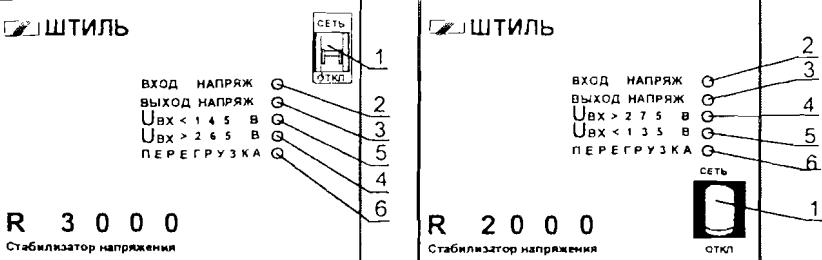

Рисунок 4.1 Передние панели стабилизаторов
На передней панели (рисунок 4.1) расположены: - выключатель (1) СЕТЬ стабилизатора R2000 (выключатель-автомат (1) СЕТЬ) и индикаторы: ВХОД НАПРЯЖ (2), ВЫХОД НАПРЯЖ (3), «Uвх>275В» («Uвх>265В») (4), «Uвх<135В» («Uвх<145В») (5), ПЕРЕГРУЗКА (6).